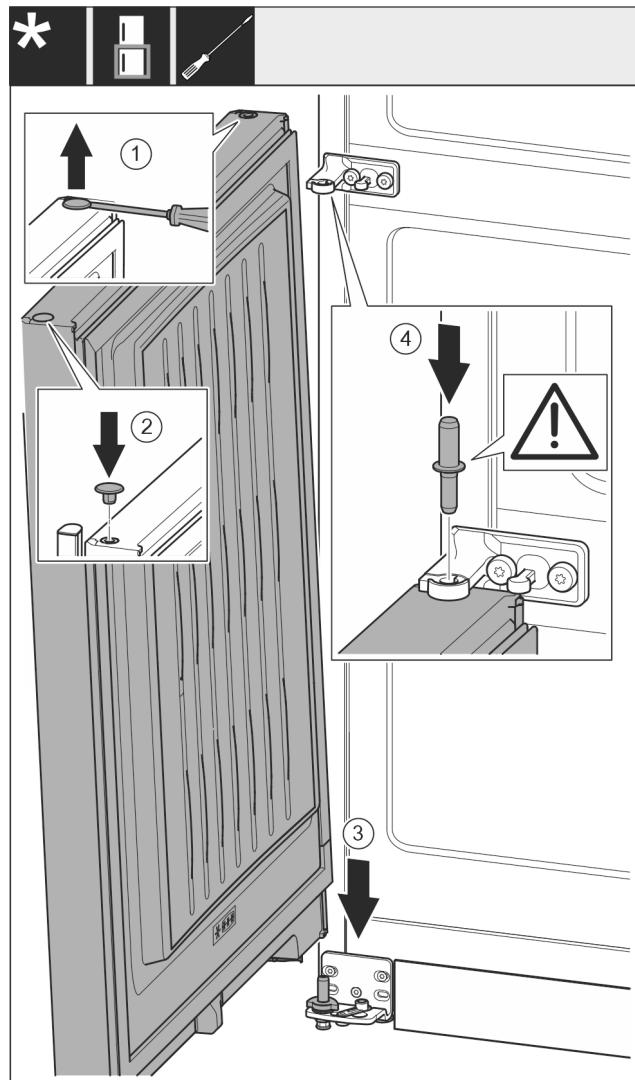

Fig. 54
- Stopfen Fig. 54 (1) vorsichtig mit einem Schlitzschraubendreher anheben und herausziehen.
- Stopfen Fig. 54 (2) auf der anderen Türseite wieder einsetzen.
- Tür Fig. 54 (3) von oben auf den unteren Lagerbolzen aufsetzen.
- Lagerbolzen Mitte Fig. 54 (4) durch Lagerbock Mitte in die untere Tür einsetzen. Dabei darauf achten, dass der Rastnocken nach hinten zeigt.